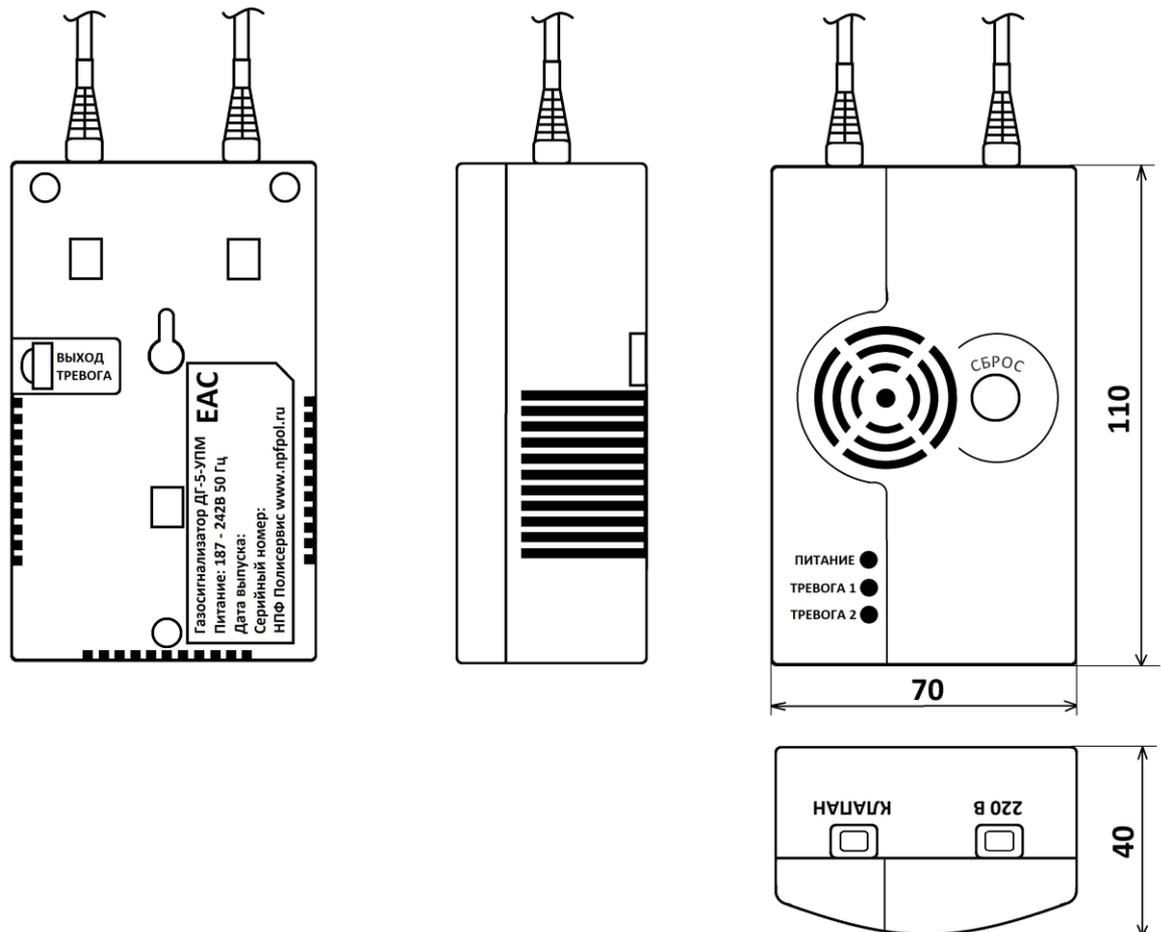

Рисунок 1.1 - Общий вид сигнализаторов ДГ-5
1.3.8 Сигнал «Тревога» передается на ППКОП по шлейфу сигнализации, подключаемому к контактными винтовыми зажимам разъема ТРЕВОГА, расположенного на задней стенке корпуса сигнализатора (см. рисунок 1.1).
Выход КЛАПАН расположен в верхней части корпуса (см. рисунок 1.1).